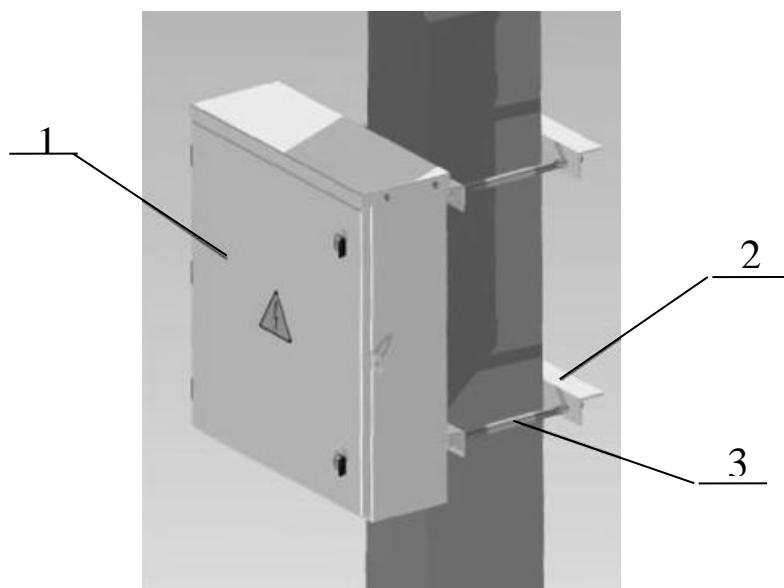

Рисунок 4 – Монтаж ШУ на опоре
– Установить шкаф ШУ (поз. 1 рисунок 4) на проектной высоте и закрепить его с помощью двух крепежных уголков (поз. 2 рисунок 4) и четырех шпилек (поз. 3 рисунок 4) входящих в монтажный комплект. Затяжка гаек должна производиться поочередно, без перекоса конструкции.